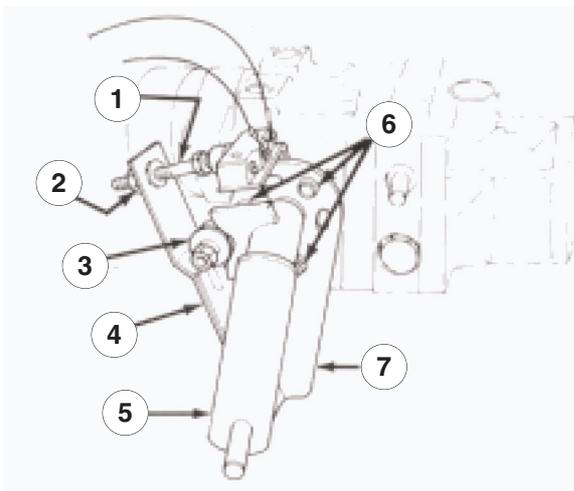

Bild 39
1. Stellen Sie die Maschine auf einer ebenen Fläche ab und stoppen Sie den Motor. Ziehen Sie die Feststellbremse an, kippen Sie den Sitz nach vorne und betätigen Sie den Pumphebel (Bild 39), um sicherzustellen, dass die Gruppe ordnungsgemäß positioniert und funktionstüchtig ist. Korrigieren Sie etwaige Abweichungen.
6. Da sich das Rad dreht, muss die Pumpenplatte eingestellt werden. Vor dem Einstellen der Pumpenplatte stellen Sie den Gashebel auf LANGSAM. Wenn sich das Rad nach vorne dreht, lösen Sie die Kopfmuttern und bewegen Sie die Unterseite der Pumpenplatte ein wenig entgegen den Uhrzeigersinn (Bild 39). Wenn sich das Rad jedoch nach hinten dreht, bewegen Sie die Pumpenplatte im Uhrzeigersinn (Bild 39). Sobald sich das Rad nicht mehr dreht, ziehen Sie die Kopfschrauben, mit denen die Pumpenplatte befestigt ist, zur Getriebeseite hin an. Überprüfen Sie die Einstellung mit dem Gashebel auf LANGSAM und auf SCHNELL.
- Nicht ordnungsgemäß befestigtes oder abgenutztes Kugellager (Bild 39).
- Laubfedern sind zu schwach oder beschädigt (Bild 39). Tauschen Sie sie aus.
2. Betätigen Sie den Pumphebel (Bild 39), um sicherzustellen, dass alle Teile ordnungsgemäß funktionieren und richtig positioniert sind.
3. Lösen Sie dann die Klemmmutter. Drehen Sie die Schaltereinstellschraube (Bild 39), bis zwischen dem Schraubenkopf und dem Schaltknopf eine Lücke ist.